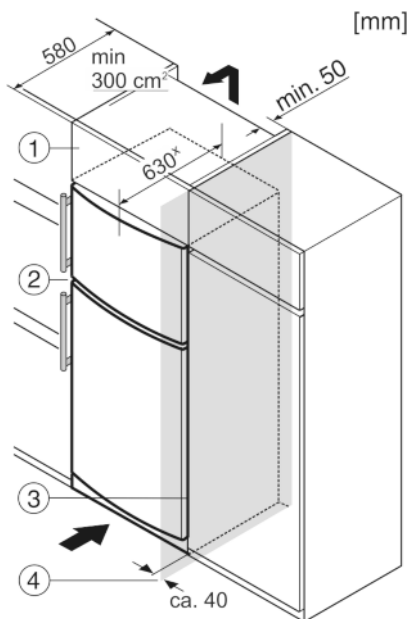

Fig. 10
- (1) Élément haut
- (2) Appareil
- (3) Placard de cuisine
- (4) Mur
L'appareil peut être réagencé avec des buffets de cuisine. Pour adapter l'appareil *Fig. 10 (2)* à la hauteur du coin cuisine, une rehausse *Fig. 10 (1)* peut être posée sur l'appareil.
Lors de la transformation avec des placards de cuisine (profondeur max. 580 mm), l'appareil peut être placé directement à côté du placard de cuisine *Fig. 10 (3)*. L'appareil dépasse latéralement de 34 mm * et de 50 mm * au centre de l'appareil par rapport à la face avant du placard de cuisine.
Si l'appareil est installé avec les charnières à côté d'un mur *Fig. 10 (4)*, la distance entre l'appareil et le mur doit être de 40 mm min. Ceci correspond à la saillie de la poignée lorsque la porte est ouverte.